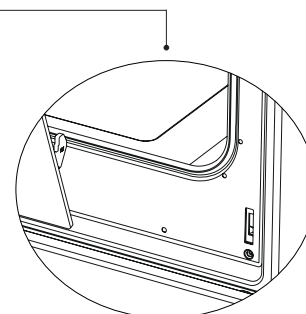

Figura 15.2
4. Para retirar a porta do forno, quando esta estiver quase fechada, puxe-a para cima, segurando-a com as duas mãos para a separar (como na figura 15.2).